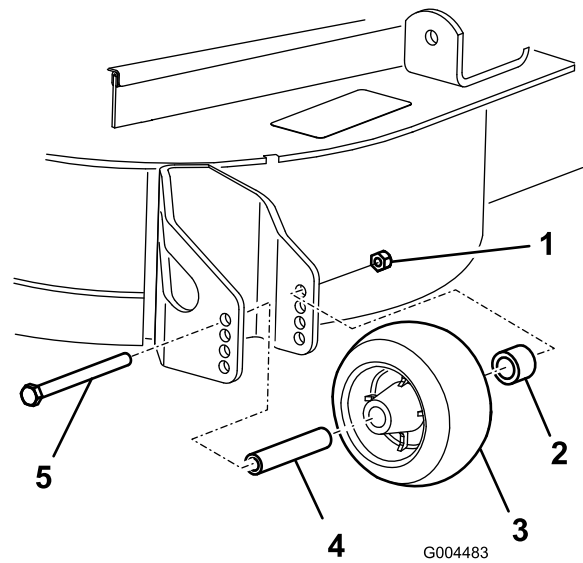

Bild 22
- Nach dem Einstellen der Schnitthöhe sollten Sie die Rollen einstellen. Nehmen Sie die Bundmutter, die BÜchse, das Distanzstück und die Schraube ab (Bild 22).
Hinweis: Ziehen Sie sie auf 54-61 Nm an (Bild 22).